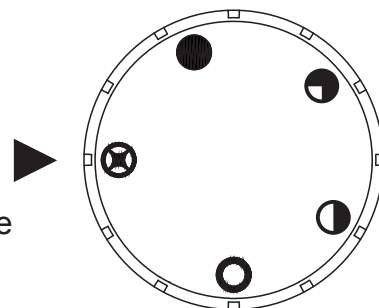

Fig. 23a
4. Espere cinco (5) minutos para que se vacíe todo el gas. Luego huela en busca de gas, incluyendo cerca del piso. Si huele gas, ¡ALTO! Siga "B" en la información de seguridad anterior. Si no huele a gas, vaya al siguiente paso.
5. Presione la perilla de control suavemente y gírela  hacia la izquierda a la posición "PILOT" . (Ver Fig. 23a) Oprima la perilla de control.